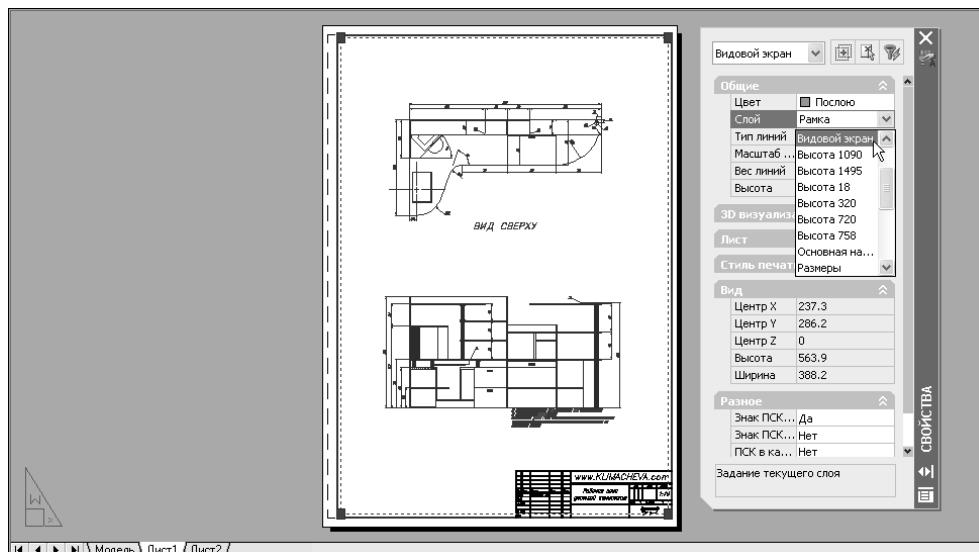

Рис. 13.15 ▼ Назначение видовому экрану слоя **Видовой экран** с помощью палитры **Свойства** (Properties)
- Убедитесь в том, что в списке, находящемся в верхней части палитры **Свойства** (Properties), выбран тип **Видовой экран** (Viewport). Затем щелкните на свойстве **CkjLayer** и выберите из списка слоев только что созданный слой **Видовой экран** (рис. 13.15).